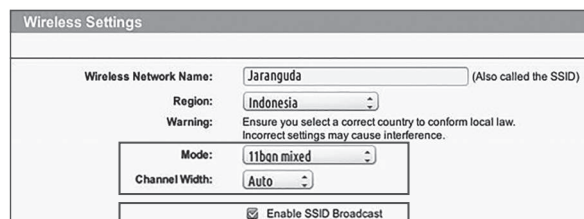

Fig. 1
2. Asigurați-vă de faptul că router-ul dumneavoastră mod setare wireless 802.11 este b/g/n mixed. (Vezi Fig. 1)
3. Asigurați-vă de faptul că, canalul dumneavoastră router / lățimea de bandă setare wireless este Auto sau 20M sau 20M mixed 40M. (Vezi Fig. 1)
the SSID Broadcast function/Disponibilizați funcția emisiune SSID în timp ce conectați mașina la App. Și puteți închide după ce s-a reușit conexiunea. (Vezi Fig. 1)